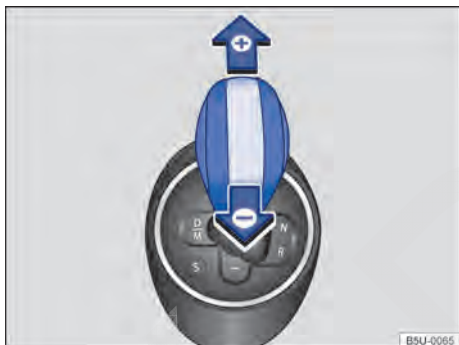

Fig. 103 Alavanca seletora na posição para condução de marcha no modo manual.
- Mover a alavanca seletora para frente (+) ou para trás (-) para engatar as marchas altas ou baixas ⇒ Fig. 103.